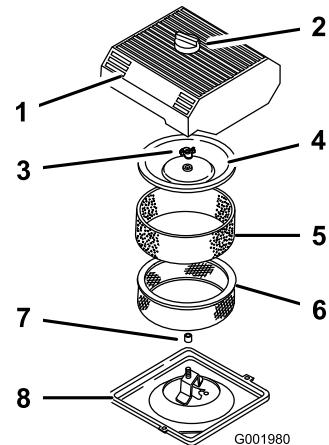

図 47
3. エアクリーナを外したときエンジン内部に異物が入らないよう、周辺をきれいに拭く（図 47）。
4. エア・クリーナのカバーのノブをゆるめてカバーを外す（図 47）。
5. ペーパー・エレメントからスポンジ・エレメントを注意深く取り外す（図 47）。
6. カバー・ナットを外し、カバーとペーパー・エレメントを外す（図 47）。
- ペーパー・エレメントにスポンジ・エレメントを注意深く取り付ける(図 47)。
- カバー・ナットを取り付けて指締めする(図 47)。
- エア・クリーナのカバーとノブを元通りに取り付ける(図 47)。